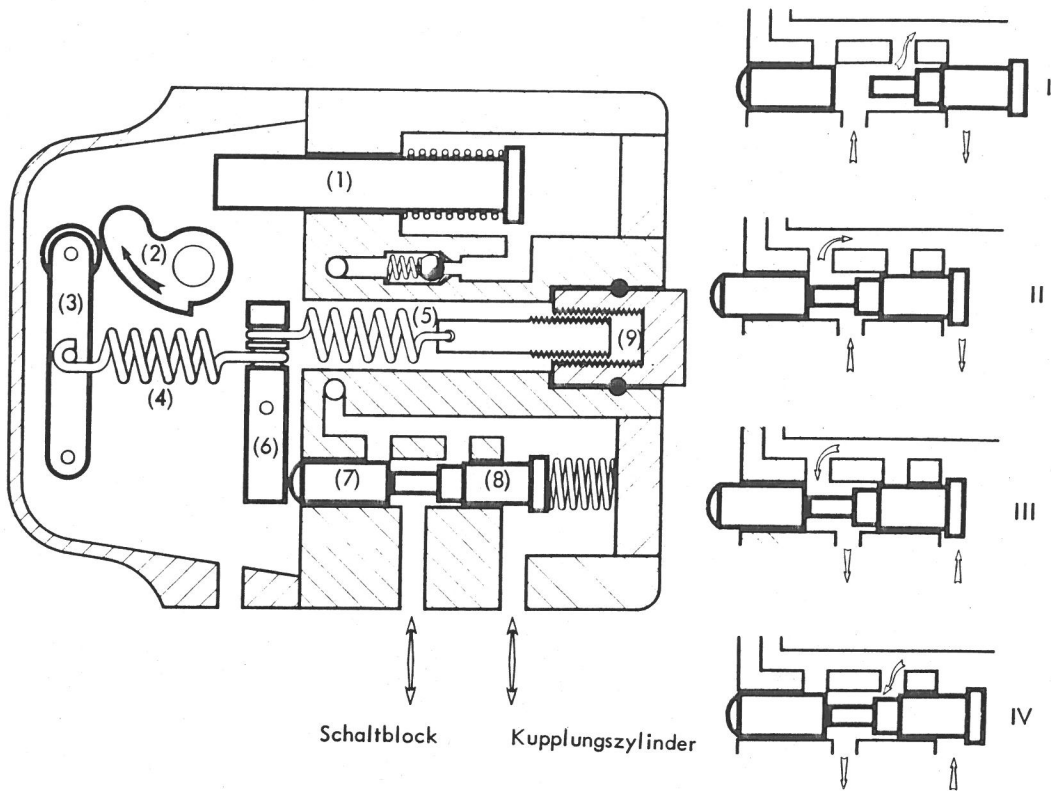
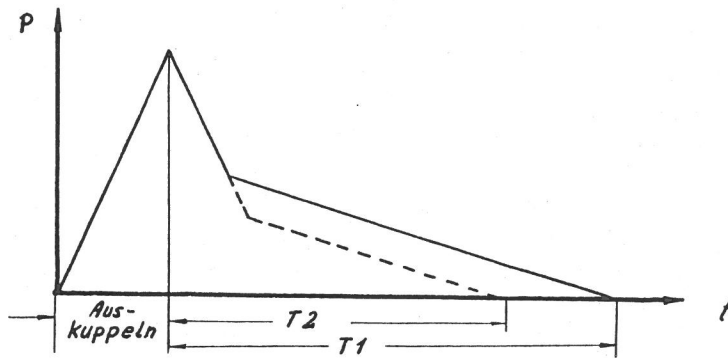

Fig. 13. Koblingskorrektøren.
Fig. 14. Tids- og trykdiagram for ud- og indkobling.
Der gås ud fra systemet i hvilestilling, fig. 13 IV. Det til udkobling fra skifteblokken kommende tryk presser glideren (8) (I) tilbage mod fjedertrykket. Herved frigøres en boring og gennemløb sikres. Når trykket yderligere tiltager, bliver glideren (7) trykket tilbage og gør yderligere en boring fri. Fjederen (4) spændes herved. Trykket, der nu når sit maksimum, eksisterer på begge sider af glideren (8), hvorfor tilbagetryk-fjederen skubber den tilbage til normalstilling (II). Man opnår altså den ønskede hurtige udkobling, idet væsken praktisk talt har fri adgang gennem systemet (se fig. 14).
Da glideren (7) er presset frem af fjederen (4) og dermed påvirker glideren (8) således at der nu bliver en lille åbning for tilbageløb (IV) sker den fortsatte indkobling i langsommere tempo (T₁, fig. 14).
På grund af bl. a. forskellig køremåde, må man kunne variere indkoblingstiden (T₁, fig. 14). Dette sker ved at ændre trykket på glideren (7) ved hjælp af stilleskruen (9) der påvirker fjederen (5).
Eksempel: Hvis gaspedalen trædes ned mindskes kraften på fjederen (4) hvorved glideren (7) ikke påvirkes så hurtigt og indkoblingstiden ændres fra T₁ til T₂ (fig. 14).